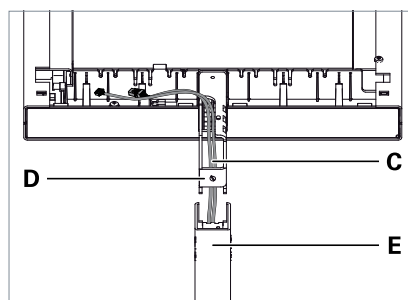

Fig. 2: Montaggio della testa dell'apparecchio d'illuminazione sul tubo di sostegno.
- ▶ Fare passare i cavi **C** dal basso attraverso il braccio portante **D** sulla testa dell'apparecchio d'illuminazione e inserire il braccio portante completamente nel tubo di sostegno **E**, vedi Fig. 2.